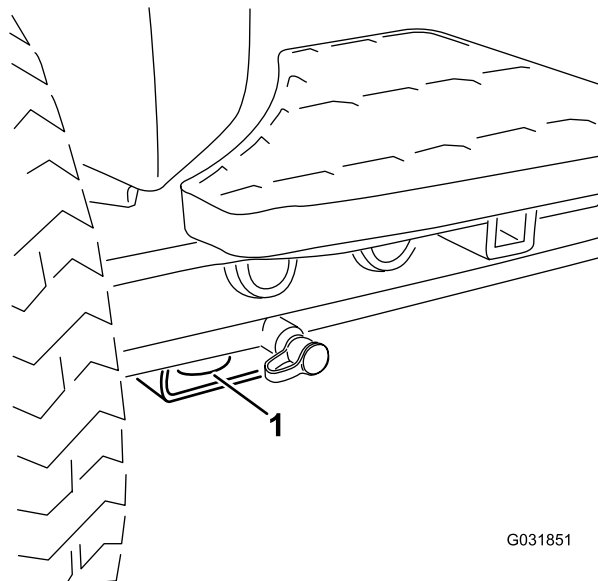

Figura 41
- Anteriore – Foro nel supporto rettangolare, sotto il tubo dell'assale, all'interno delle ruote anteriori (Figura 41).